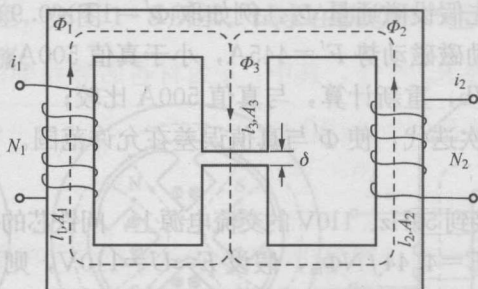

图 1-11
9. 如图 1-11 所示的含有气隙的分支铁芯磁路, 各段铁芯磁路的材料相同, 各段磁路的平均长度和截面积如图 1-11 所示, 不计漏磁通, 若已知气隙磁通 Φ_3 , 匝数 N_1 、 N_2 和直流电流 i_1 , 设铁芯的磁化曲线已知, 则应如何求得气隙磁通 Φ_1 、 Φ_2 和直流电流 i_2 ?
解: (1) 将磁路分为 4 段: 左侧铁芯段, 长度 l_1 ; 右侧铁芯段, 长度 l_2 ; 中间铁芯段, 长度 l_3 ; 气隙段 δ , 磁通方向如图 1-11 所示。
(2) 已知气隙磁通 Φ_3 , 求出中间段的平均磁密 $B_3 = \Phi_3 / A_3$; 由 B_3 查磁化曲线, 得磁场强度 H_3 ; 再求出气隙段的磁通密度 $B_{\delta} = B_3$ 和磁场强度 $H_{\delta} = B_{\delta} / \mu_0$ 。
(3) 对于左侧铁芯回路, 由磁路基尔霍夫第二定律 (安培环路定律), 有 $F_1 = N_1 i_1 = H_3 l_3 + H_{\delta} \delta + H_1 l_1$, 求得 H_1 , 查磁化曲线, 得 B_1 。
(4) 由磁路基尔霍夫第一定律, 有 $\Phi_3 = \Phi_1 + \Phi_2$, 求得气隙磁通 Φ_1 。
(5) 求得右侧铁芯平均磁密。由 B_2 查磁化曲线, 得磁场强度 H_2 。
(6) 对于右侧铁芯回路, 由磁路基尔霍夫第二定律, 有 $F_2 = N_2 i_2 = H_3 l_3 + H_{\delta} \delta + H_2 l_2$, 从而求得直流电流 i_2 。